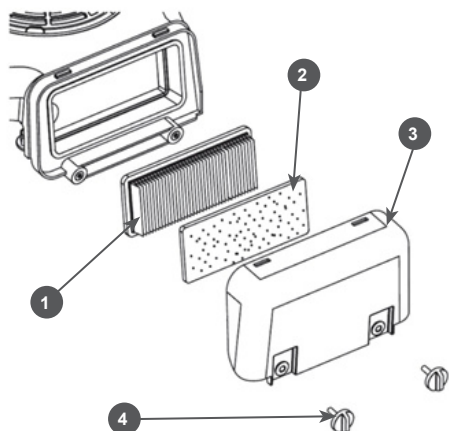

Рис. 12 Обслуживание воздушного фильтра
1. Открутите винты крепления 4 и снимите крышку 3 воздушного фильтра (Рис. 12).
- Извлеките из крышки 3 воздушного фильтра предварительный фильтрующий элемент 2 (Рис. 12).
- Извлеките основной фильтрующий элемент 1 (Рис. 12).
Основной (бумажный) фильтрующий элемент 1 (Рис. 12) не подлежит очистке, необходима его замена.